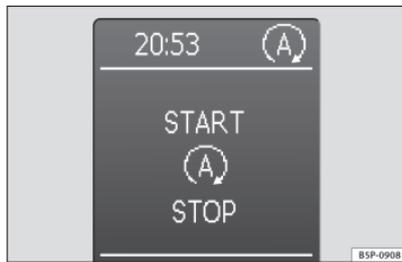

Fig. 138 Indication sur l'écran du tableau de bord durant le fonctionnement Start-Stop.
- L'écran du tableau de bord affiche des informations concernant l'état du fonctionnement Start-Stop ⇒ fig. 138.